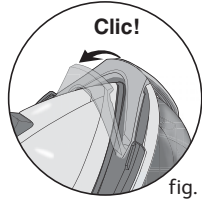

fig. 2
- Verrouillage - fig.2
- posez le fer sur la plaque repose-fer du générateur et rabattez l'arceau de maintien sur le fer jusqu'à l'enclenchement du verrouillage (identifié par un « clic ») - fig.2.